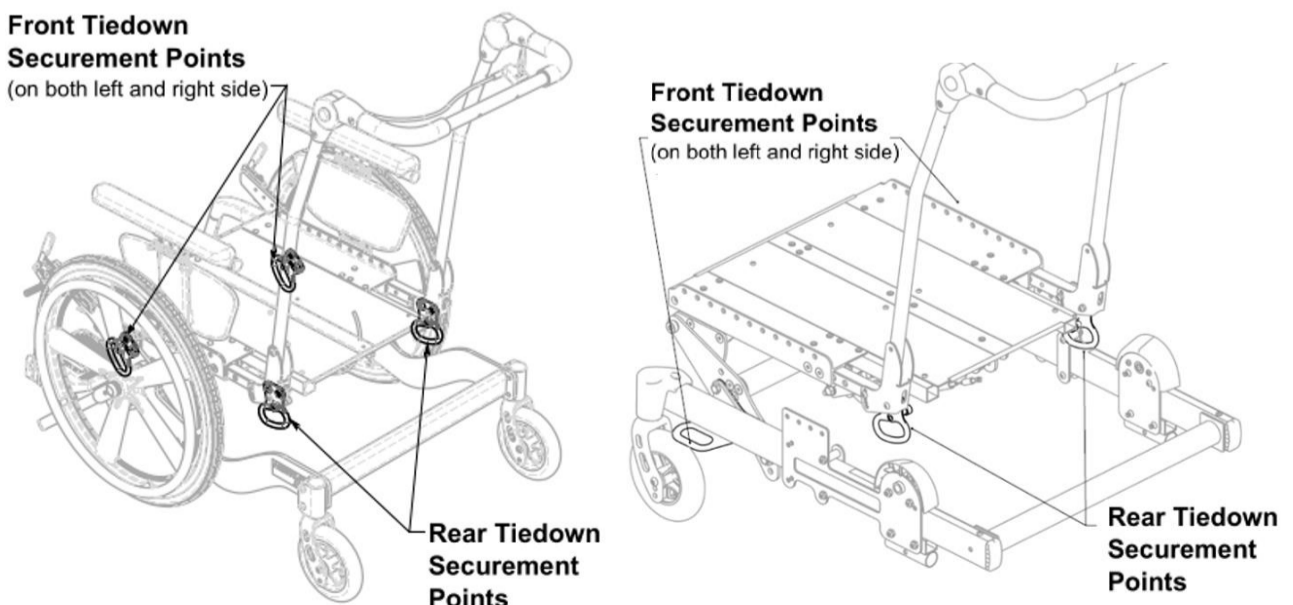

Fig. 15.53 Posizione del Sistema di ancoraggio a 4 punti su Bentley LT-R e Bentley standard Serie Bentley Rev. 4
4. Il sistema di fissaggio della Bentley è progettato per un sistema di ancoraggio a fascia a quattro punti (due anteriori, due posteriori) (Fig. 15.53). Collegare il sistema di ancoraggio (WTORS) nel rispetto delle istruzioni della casa di produzione e degli standard RESNA WC-4:2012, Sezione 18 o ISO 10542-1:2012-Parte 1.